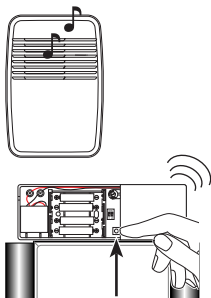

Figura 4
4. **Pruebe el alcance.** Coloque temporalmente el prolongador de la campana cerca de la campana existente. Presione el botón “Probar” dentro del extensor de la campanilla (vea la Figura 4). Verifique que el LED en el extensor de la campanilla destelle momentáneamente y que la campanilla suene. *Nota:* No monte permanentemente el extensor de la campanilla hasta que esté seguro de que funcionan correctamente.